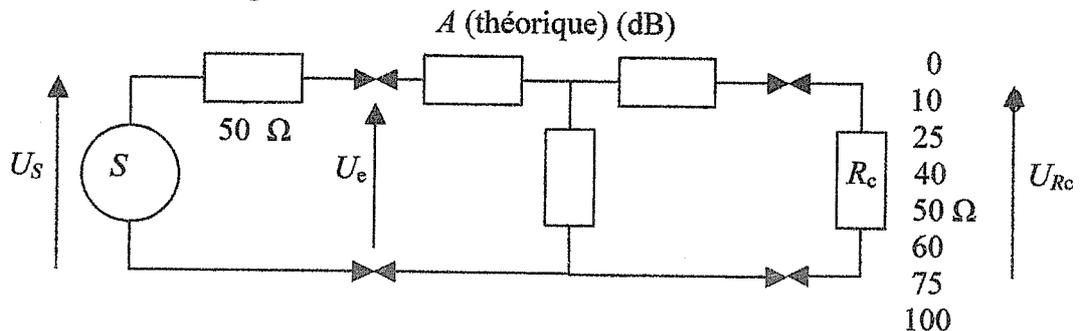

Figure 8. Source  $50\ \Omega$ , atténuateur  $50\ \Omega$  et résistance de charge variable
3. idem mais la résistance de charge de l'atténuateur est différente de  $50\ \Omega$  (figure 8). Comme dans l'exemple précédent, la résistance d'entrée de l'atténuateur provoque une chute dans la résistance interne de la source. La différence réside dans le fait que cette résistance d'entrée dépend de celle de la charge de l'atténuateur comme vu plus haut. Ensuite, vient s'ajouter la chute due à l'atténuateur chargé.